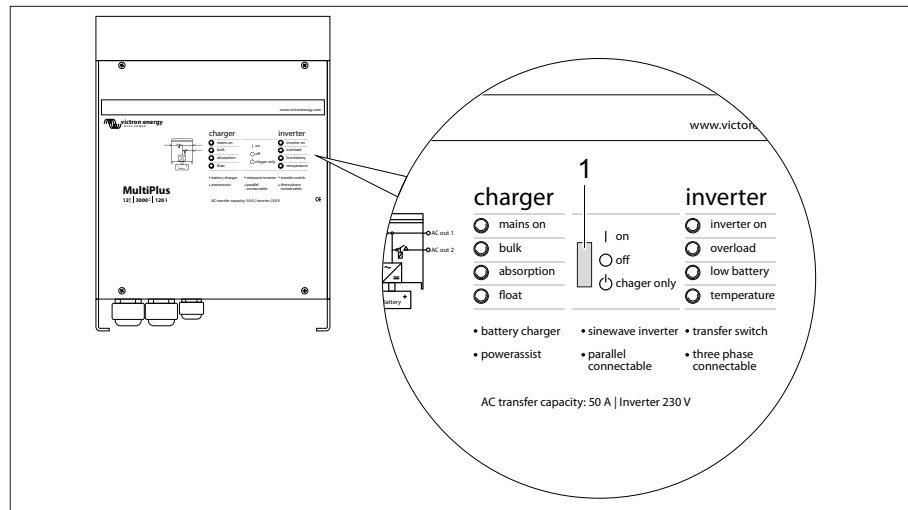

Fig. 252 Convertidor MultiPlus
Para el buen funcionamiento del Panel Digital Multi Control, el interruptor oscilante en el convertidor MultiPlus (Fig. 252,1) debe estar en "on".
Posiciones del interruptor oscilante (Fig. 252,1)
- ▷ Si no hay ninguna conexión de 230 V y el vehículo ya no se utiliza, el interruptor oscilante (Fig. 252,1) debe estar en "off". De lo contrario, puede ser que las baterías estén agotadas después de 3-4 días.